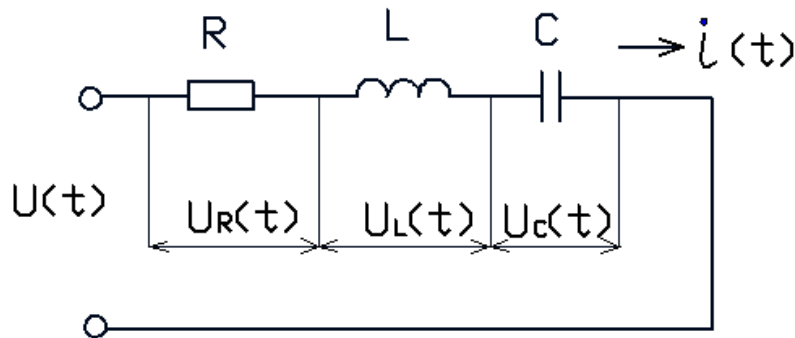

Рис. 1.1
Рассмотрим теперь общий случай с последовательным включением всех элементов в цепь синусоидального переменного тока (см. рис. 1.1). Для напряжения $U(t)$, на основании вышеизложенных рассуждений, можем записать, подставив в формулу (2) полученные выражения для $U_R(t)$, $U_L(t)$ и $U_C(t)$. В результате получим
Как видно из полученной формулы (33), начальная фаза напряжения (полного напряжения) $U(t)$ (2) при последовательном включении идеальных элементов R , L и C (рис. 1.1) в электрическую цепь синусоидального переменного тока (1) зависит от отношения реактивной ($X = X_L - X_C$) и активной (R) составляющей полного сопротивления (Z) цепи (рис. 1.5).